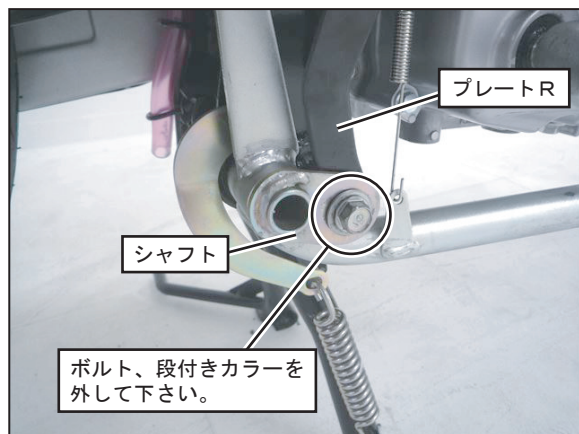

FIG. 2
3. 車両右側のブレーキペダル根元にあるシャフトを留めているボルトと、段付きカラーを外して下さい。外した段付きカラーは、本製品の取り付けに使用します。(FIG. 2 参照)